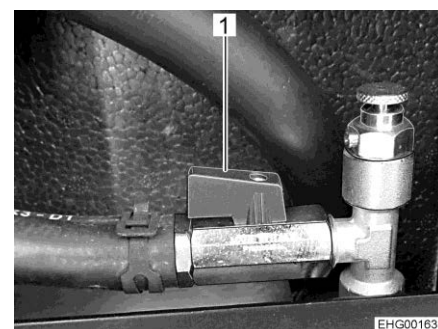

Fig. 169 Rubinetto a sfera (aperto)
- Posizionare la leva (Fig. 169,1) parallelamente alla tubazione.